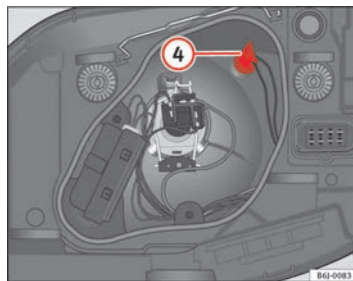

Fig. 144 Luci di posizione
- Estrarre il portalamпада ④ ⇒ pag. 234, fig. 144 verso l'esterno.